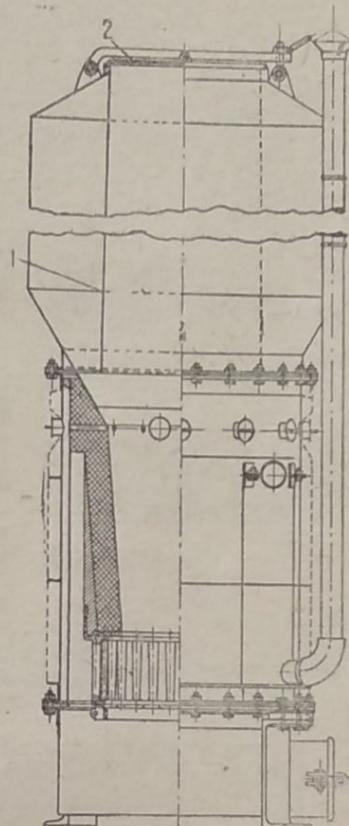

Рис. 1
Для газификации швырка размером 500 мм в генераторе произведены следующие изменения. В бункер вставлен цилиндр (1) (рис. 1), диаметр